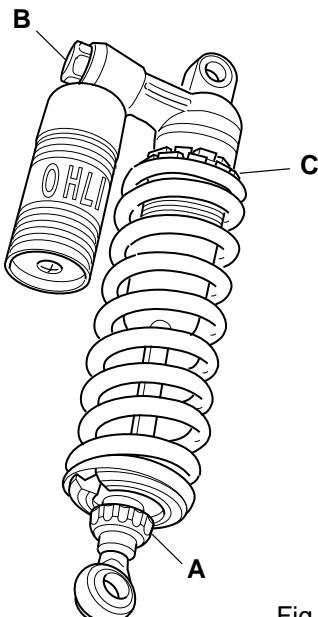
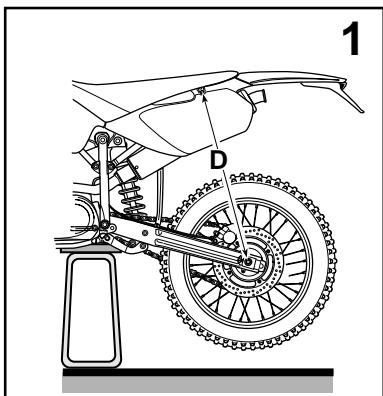
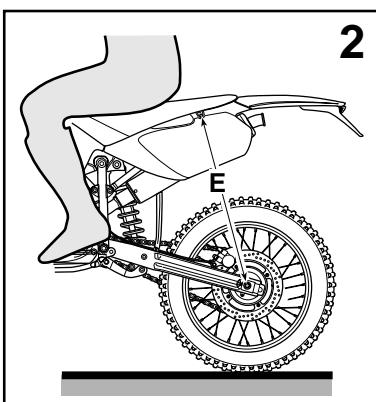
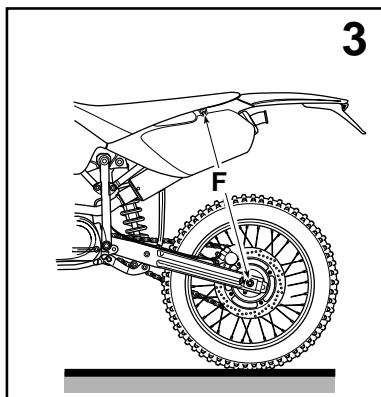

Fig. 24
Fig. 25
Fig. 26
Fig. 27
Compressione (Rif. A - Fig.24)
Estensione (Rif.B - Fig.24)
1. Misurare la distanza "D" (Fig.25) da terra con la motocicletta senza conducente in sella, posta su uno sgabello e con gli ammortizzatori staccati come indicato dalla figura.
2. Rimuovere lo sgabello e sovraccaricare la moto con il conducente in sella che deve tenere entrambi i piedi sui due posapiedi. Misurare la distanza "E" (Fig.26) che deve essere ora 85-95 mm inferiore ad "D" (Fig.25). Se la distanza non coincide regolare la precarica della molla agendo sui registri (Rif.C - Fig.24) finché la distanza non diventa di 85-95 mm. (3,34-3,74 in) inferiore rispetto ad "D" (Fig.25).
3. Se l'intervento sulla precarica è notevole si rende necessario riequilibrare la taratura di compressione ed estensione (Rif.A e B - Fig.24).
4. Fare scendere il conducente e misurare la distanza "F" (Fig.27) che dev'essere 10-15 mm. (0,39-0,59 in) inferiore ad "D" (Fig.25).
Compression (Ref.A - Fig.24)
Return damping (Ref.B - Fig.24)
1. Measure the distance "D" (Fig. 25) when the motorcycle is supported on a stand so that the shock absorbers are fully extended as shown in the figure.
2. Remove the stand and sit in the seat, with both feet resting on the footrests. Measure distance "E" (Fig. 26), which should now be 85-95 mm (3.3-3.7 in) less than "D" (Fig. 25). If the distance is outside these limits, adjust the pre-load setting the regulator (Ref.C - Fig.24) until the distance is within 85-95 mm. (3,34-3,74 in) less than "D" (Fig. 25).
4. Get off the seat, and then measure distance "F" (Fig. 27) which should be 10-15 mm. (0,39-0,59 in) less than "D" (Fig. 25).
Kompression (Bez.A - Abb.24)
Rückdämpfung (Bez.B - Abb.24)
1. Die unbelastete Maschine so abbocken, daß der Stoßdämpfer völlig ausgezogen ist. Den Abstand "D" (Abb.25) messen und notieren.
2. Die Maschine abbocken und mit beiden Rädern auf den Boden stellen. Den Fahrer auf der Sitzbank mit beiden Füßen auf den Fußrasten sitzen lassen. Den Abstand "E" (Abb.26) messen, der um 80-95 mm. (3,34-3,74 in) kleiner als der Abstand "D" (Abb.25) sein muß. Wenn nicht, die Federvonspannung "C"- (Abb.24) gem. Abb. verdrehen, bis "E" (Abb.26) 80-95 mm. (3,34-3,74 in) kleiner ist als "D" (Abb.25).
4. Den Fahrer absteigen lassen und den Abstand "F" (Abb.27) messen, der um 10-15 mm. (0,39-0,59 in) kleiner als der Abstand "D" (Abb.25) sein muß.
Compression (Rèf.A - Fig.24)
Amortissement à la détente (Rèf.B - Fig.24)
1. Mesurez la distance "D" (Fig.25) lorsque la moto est déchargée et posée sur chandelle, de façon que les amortisseurs soient entièrement détendus selon la figure.
2. Posez la moto au sol et le motocycliste dessus, les pieds sur les repose-pieds. Mesurez la distance "E" (Fig.26) , qui doit être de 85 à 95 mm. (3,34-3,74 in) plus courte que "D" (Fig.25) . Si ce n'est pas le cas, agissez sur les règles "C" (Fig.24) du précharge de la ressort, jusqu'à arriver à cette différence.
4.Moto déchargée, mesurez la distance "F" (Fig.27), qui doit être plus courte de 10 à 15 mm. (0,39-0,59 in) que "D" (Fig.25).